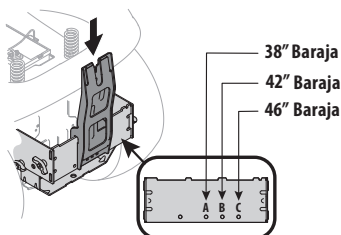

Figura 9
1. Instale la ménsula de soporte vertical en el conjunto de montaje sobre el tractor enganchándola encima del soporte de montaje cruzado. Consulte la Figura 9.